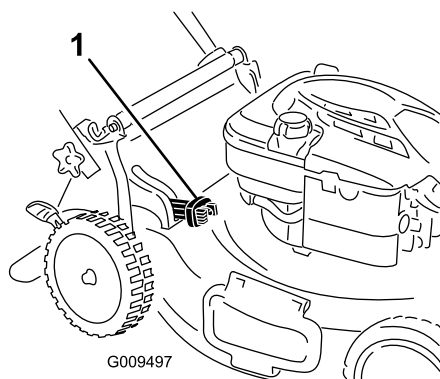

Figura 18
- Se desejar recolher relva e aparas, prima o botão na alavanca e desloque a alavanca para a frente até que o botão saia (Figura 18).